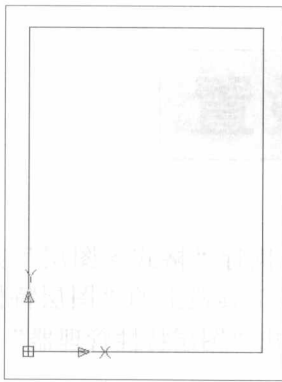

图 2-3 绘制图幅外边框
Step 04 单击“绘图”工具栏上的“矩形”工具按钮,绘制 A4 图幅的外边框,如图 2-3 所示。绘制过程中命令行提示和操作内容如下: